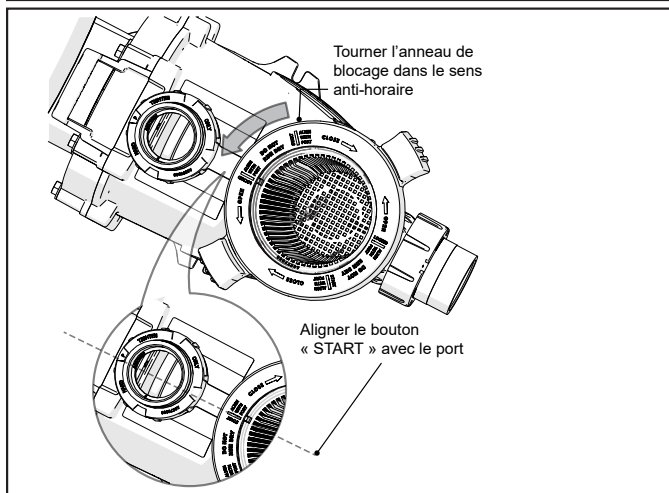

Figure 16. DÉVERROUILLER L'ANNEAU DE BLOCAGE
4. En suivant les repères sur l'anneau de blocage, tourner la bague dans le sens anti-horaire jusqu'à ce que les repères de démarrage (START) s'alignent avec les ports. Voir la Figure 16.